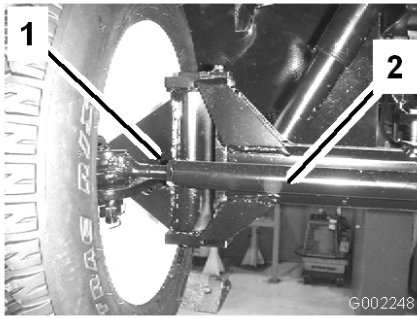

Bild 51
3. Wenn der Wert nicht im angegebenen Bereich liegt, lösen Sie die Klemmmuttern an beiden Ende der Zugstange (Bild 51).